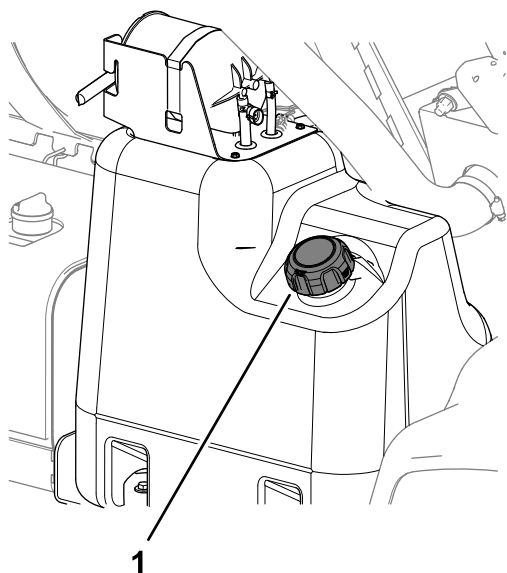

Figure 65
2. Nettoyez la surface autour du bouchon du réservoir de carburant (Figure 65).